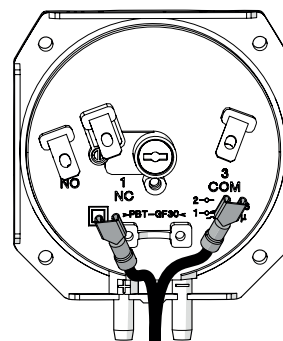
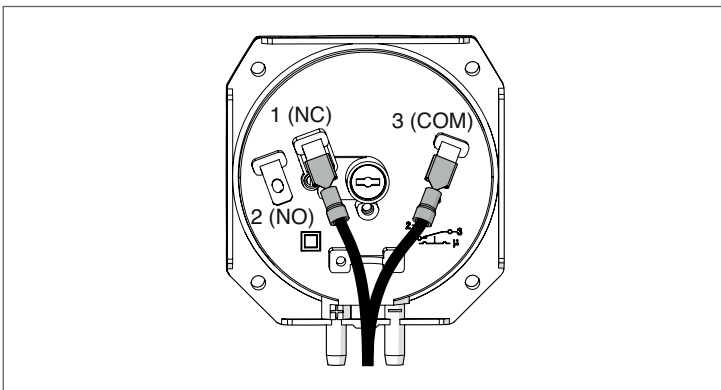

Fig. 61 Déconnecter les fils
Fig. 64 Pressostat de gaz câblé
- Effectuez l'essai du pressostat de l'autre côté de la chaudière (module 4 ou 8); répétez le processus de la Fig. 61 à la Fig. 64.
- Suivez les étapes de la Fig. 61 à la Fig. 64.